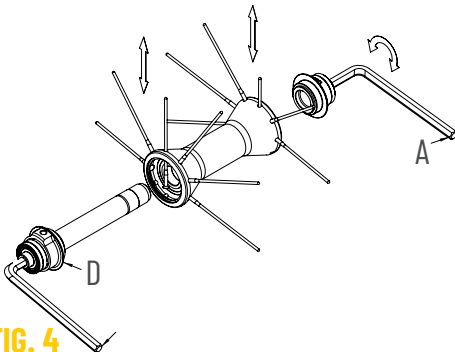

FIG. 4
- Inserite due chiavi a brugola da 5mm (A) dentro agli scontri alle estremità dei mozzi e ruotatele in **senso antiorario**.
- Sfilate il raggio da sostituire e infilate il raggio nuovo (Fig.4).
- Eseguite se necessario una registrazione del mozzo tramite la ghiera (D), come riportato in questo manuale alla Sezione 2 / Mozzi / Mozzo anteriore.